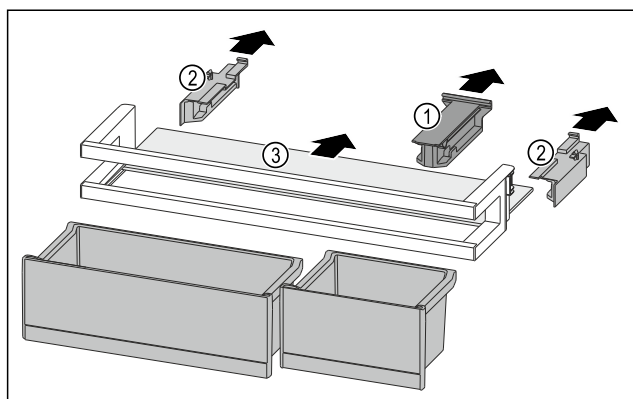

Fig. 223
- Retirer la pièce de retenue Fig. 223 (1).
- Retirer les parties latérales Fig. 223 (2).
- Retirer la tablette de rangement Fig. 223 (3).